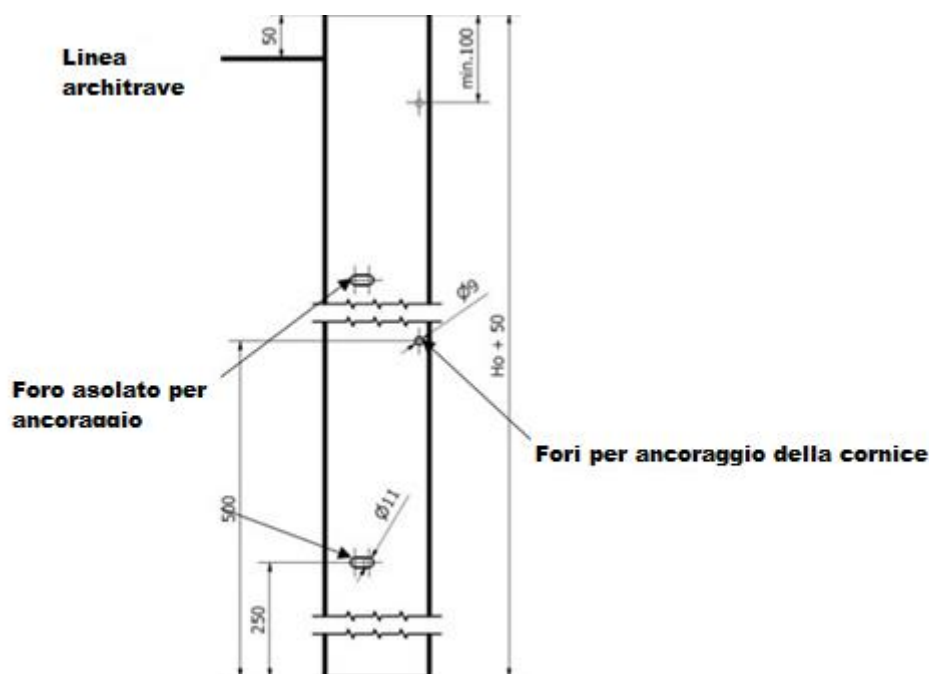

Fig. 4. Profilo a C della guida
Fig. 4. 1 – Copertura laterale ds, 2 – Staffa albero sinistra, 3 – Copertura principale 4 – Guida sinistra, 5– Guida destra, 6 – Supporto , 7 – Albero rotante con motore tubolare, 8 – Copertura superiore, 9 – Copertura laterale sx, 10 –Coperutra laterale dx, 11 – Manto tenda 12 – Peso del manto 13 – Barra di pressione
24) Basandoci sui fori del profilo a C applicare fori da $\varnothing 8$ alla cornice, Fig. 4.